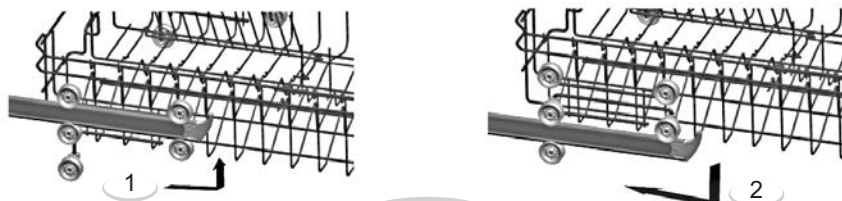

Рис.12
- Схема установки на разной высоте верхней корзины посудомоечной машины модели 45301 и ее исполнений представлена на рис. 12.